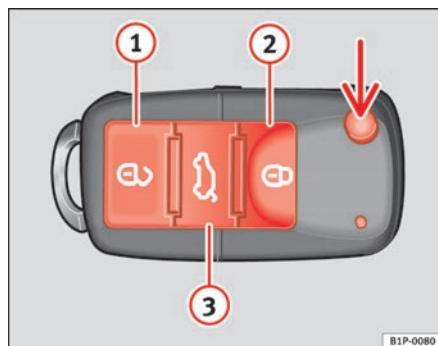

Fig. 42 Teclas de la llave con mando a distancia
Con la tecla → fig. 42 (flecha) del mando, se desbloquea el paletón de la llave.
Desbloqueo del vehículo  ⇒ fig. 42 ①.
Bloqueo del vehículo  ⇒ fig. 42 ②
Desbloqueo del portón trasero. Pulse la tecla  ⇒ fig. 42 ③ hasta que todos los intermitentes del vehículo parpadeen brevemente. Al pulsar la tecla de desbloqueo  ③, dispone de 2 minutos para abrir el portón. Una vez transcurrido este tiempo se bloqueará de nuevo.
Para cambiar el estado de bloqueo/desbloqueo, accione el pulsador  o la tecla ① ⇒ página 82, fig. 42 de la llave del mando a distancia.